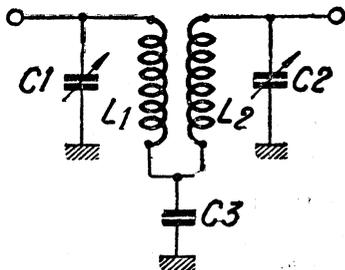

Figure 5.
2) Couplage capacitif par courant (fig. 5).